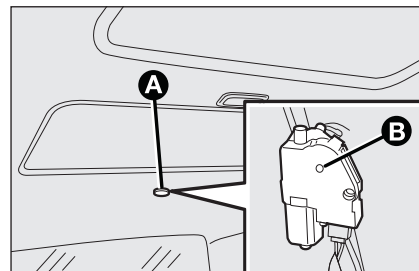

fig. 78
- ☐ retire el tapón de protección **A-fig. 78** situado en la parte trasera del revestimiento interior;